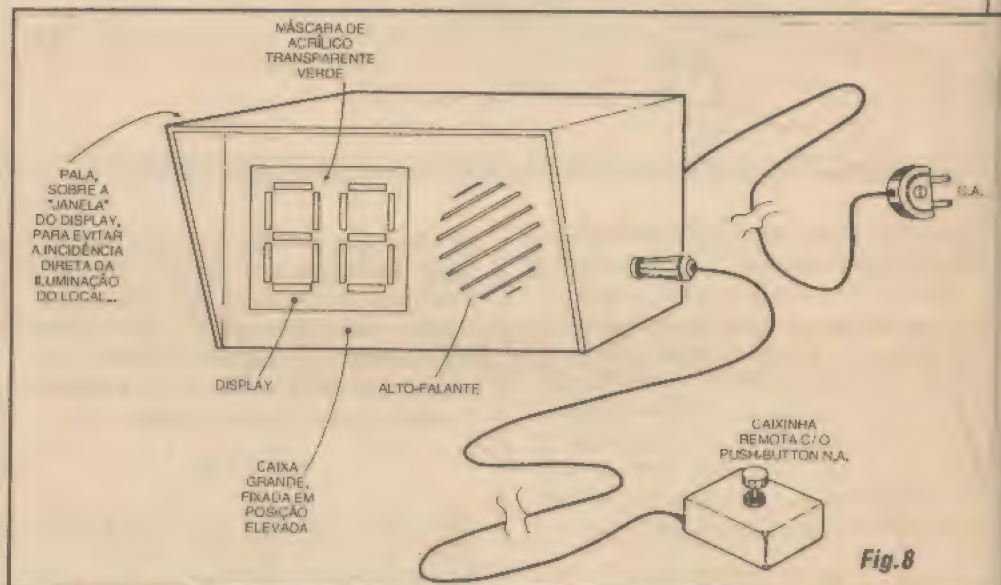

Fig. 8
- **FIG. 8 - SUGESTÃO PARA O ENCAIXAMENTO GERAL DO SEBIN...**